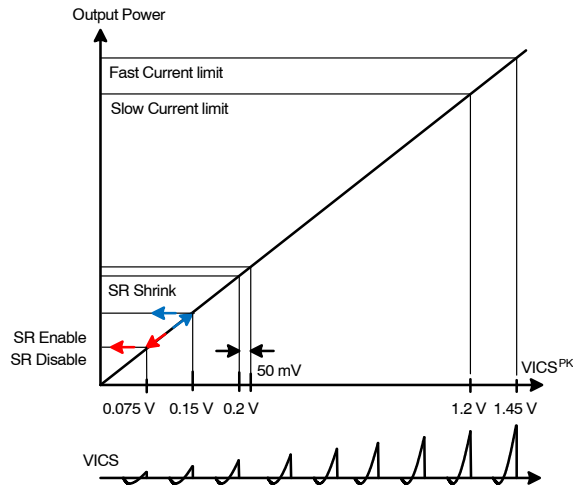
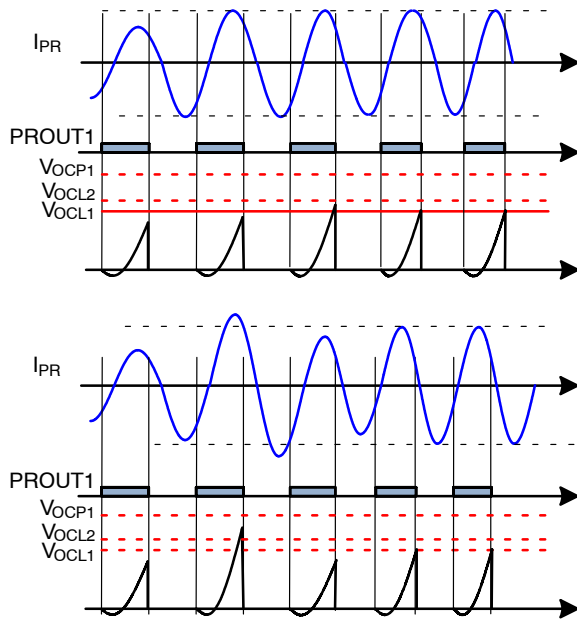
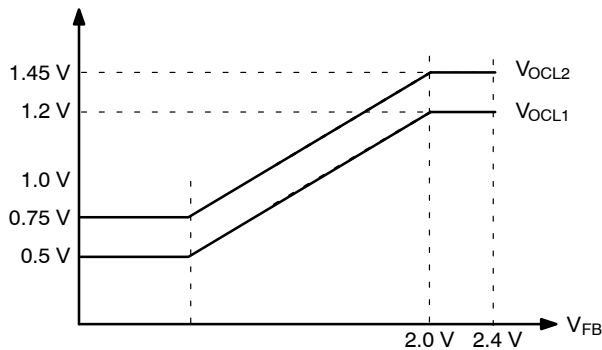

図 63. VICS ピーク電圧に関連した機能
図 64. 周波数シフト (補正電圧カットバック) による ICS ピンの電流制限
図 65. フィードバック電圧による電流制限しきい値の変調
電流センス電圧 ( $V_{ICS}$ ) の積分値のピークは、LLC 共振コンバータの平均入力電流に比例するため、以下リストおよび、図 63 に示すように、4 つの主要機能に使用されます。
3. **過電流制限**： $V_{ICS}$  のピーク値は入力電流制限にも使用されます。図 63 で示すように、異なる 2 種類 (高速、低速) の電流制限があります。軽度の過負荷状態により  $V_{ICS}$  のピーク値が上昇し、低速電流制限レベル ( $V_{OCL1}$ ) を上回ると、内部フィードバック補正電圧がゆっくりと引き下げられ、入力電力に制限がかかります。この制限は、 $V_{ICS}$  のピーク値が  $V_{OCL1}$  を下回るまで維持されます。より重度の過負荷状態では、図 64 に示すように、 $V_{ICS}$  のピーク値が高速電流制限しきい値 ( $V_{OCL2}$ ) を超え、内部フィードバック補正電圧は急速に引き下げられて、入力電力に制限がかかります。この制限は、 $V_{ICS}$  のピーク値が  $V_{OCL2}$  を下回るまで維持されます。 $V_{ICS}$  のピーク値での電流制限しきい値は、出力電圧センス信号 ( $V_{FB}$ ) の減少に伴い、図 65 に示すように、過負荷条件下で出力電流を制限するように変化します。これらの制限しきい値は、コンバータが長期のホールドアップ時間のため大幅に共振点以下となる周波数で動作した場合、高い値 ( $V_{OCL1.BR}$  と  $V_{OCL2.BR}$ ) に変化します (ホールドアップ時間ブースト機能を参照)。